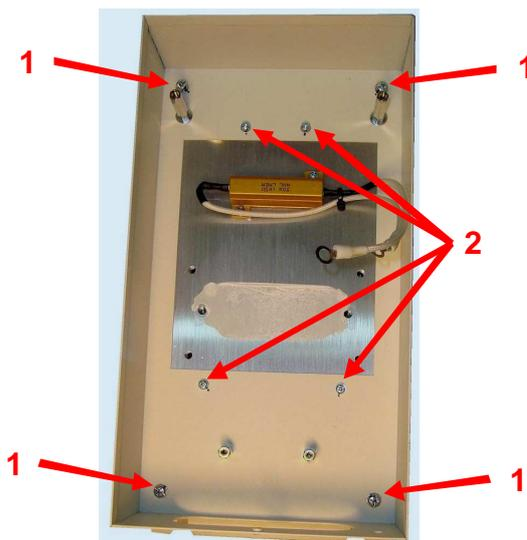

Рис.5.6.
5.5.1. Выкрутить четыре винта (1) крепления нижней крышки прерывателя (рис. 5.6). Положить винты в тару. Снять нижнюю крышку, положить на рабочий стол.
5.5.2. Выкрутить четыре винта (2) крепления радиатора (рис. 5.6). Положить винты в тару. Снять радиатор, положить на рабочий стол.
6.1.2. Установить радиатор в нижнюю часть корпуса прерывателя, совместив отверстия радиатора с отверстиями в корпусе. Вкрутить четыре винта (2) крепления радиатора (рис. 5.6).